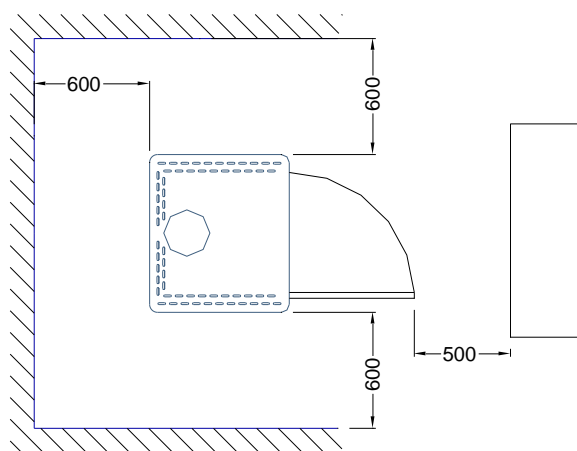

Fig 21
2. Smontare le porte del forno e del focolare, semplicemente alzandole verso l'alto. Fig. 21
6. Smontare le porte del forno e del focolare, semplicemente alzandole verso l'alto. Fig. 21